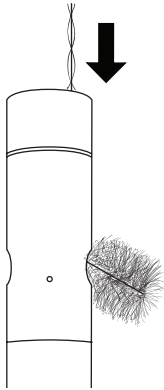

Abbildung 62 Kanalbürste
2. Führen Sie die Bürste oben in die Kanäle ein und bewegen Sie sie 15 bis 20 mal in den Kanälen hin und her (Abbildung 62).